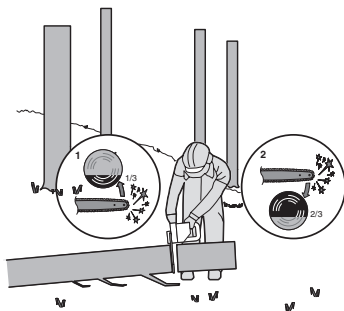

Bild 4
När stocken stöttas i ena änden, så som visas på bild 4, såga in 1/3 diameter från undersidan (kapning från undersidan) (1). Avsluta med att kapa från ovsidan för att möta det första snittet (2).